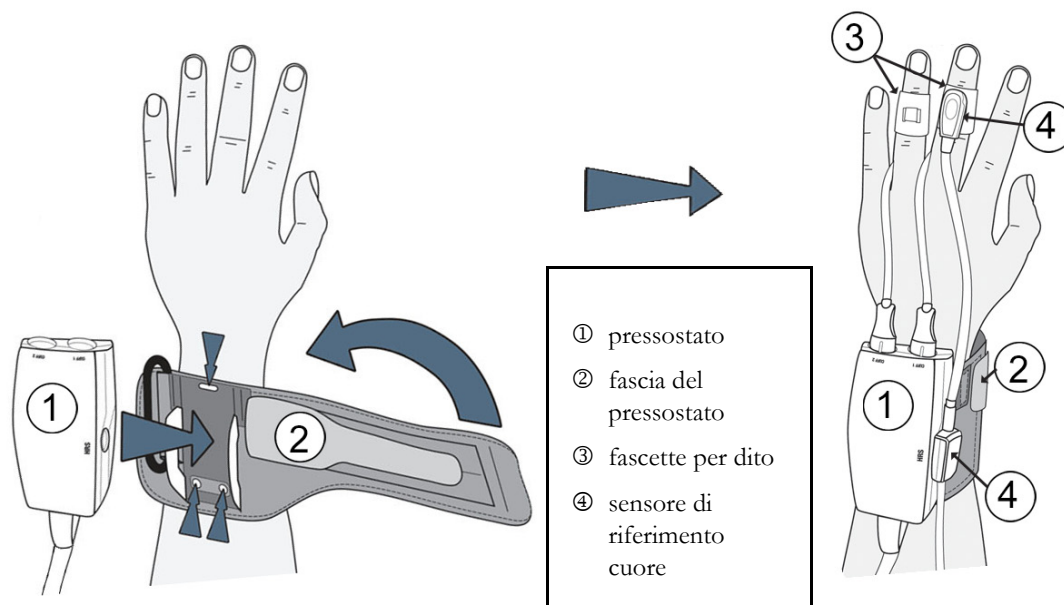

Figura 11-2 Applicazione del pressostato
Il pressostato viene applicato sul polso del paziente e si collega al modulo ClearSight HemoSphere, all'HRS e alle fascette per dito. Vedere la figura 11-2.
- 1 Avvolgere la fascia del pressostato intorno al polso del paziente. La mano non dominante è la preferita ai fini del monitoraggio nei pazienti coscenti (figura 11-2, sinistra).